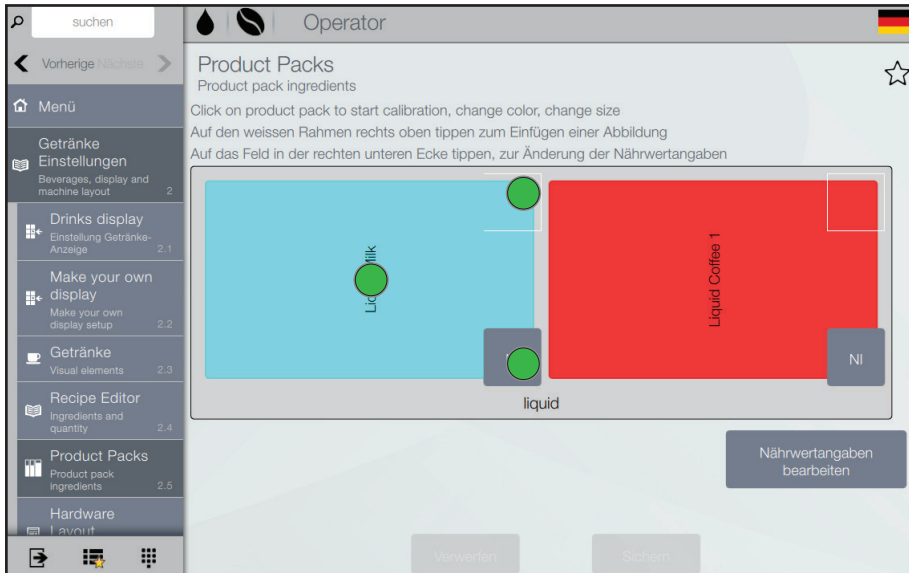

Abb. 6.10 - Produkt-Packungen
- Tippen Sie auf die gewünschte Produkt-Packung auf dem Touchscreen (Abb. 6.10) um